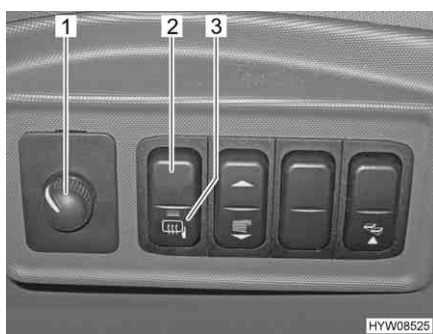

Fig. 32 Interruttore per gli specchietti esterni a regolazione elettrica
Regolazione: ■ Selezionare lo specchietto da impostare. A tal fine premere l'interruttore girevole (Fig. 32,1) verso sinistra oppure verso destra.
■ Premendo l'interruttore (Fig. 32,1) regolare lo specchietto nella posizione corrispondente.
Accensione del riscaldamento: ■ Premere l'interruttore (Fig. 32,2). La spia rossa di controllo (Fig. 32,3) nell'interruttore indica il funzionamento.